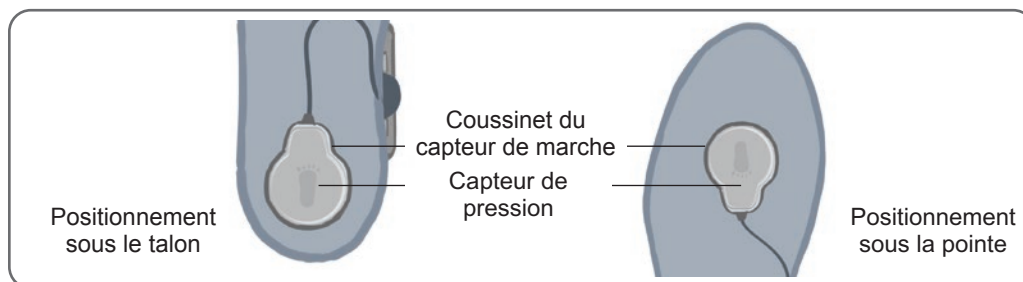

Figure 8-13 : Positionnement du capteur talonnier dans la chaussure
4. Si vous le positionnez au niveau du talon, orientez le fil du capteur talonnier vers la pointe de la chaussure. Si vous le positionnez au niveau de la pointe du pied, orientez le fil du capteur talonnier vers le talon de la chaussure. Fixez ensuite le capteur de pression au coussinet du capteur talonnier. Reportez-vous à la figure 8-13.